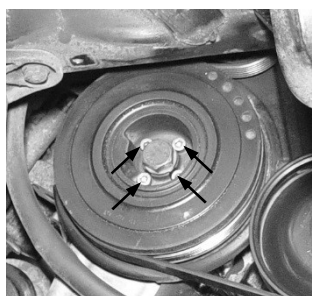

Abb. 2: Adapter "4.3" am Schwingungsdämpfer montieren.
3. Adapter "4.2" wie in Abb. 2 gezeigt am Schwingungsdämpfer mit den Zylinderschrauben "4.4" bzw. "4.5" festschrauben.